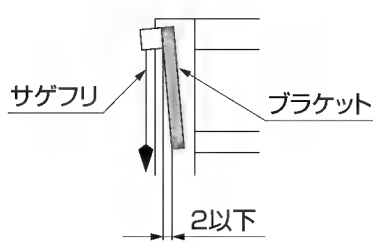

図1-2
- ④ブラケットの垂直が出ているかサゲフリを使用して2mm以下にしてください。（図1-2参照）
- ⑤【6-1】を締込んで固定してください。